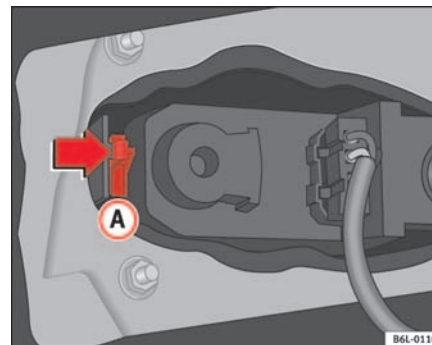

Fig. 153 Luces traseras en la carrocería
- Presione la lengüeta **(A)** ⇒ fig. 153 para liberar el portalámparas y retire este último.